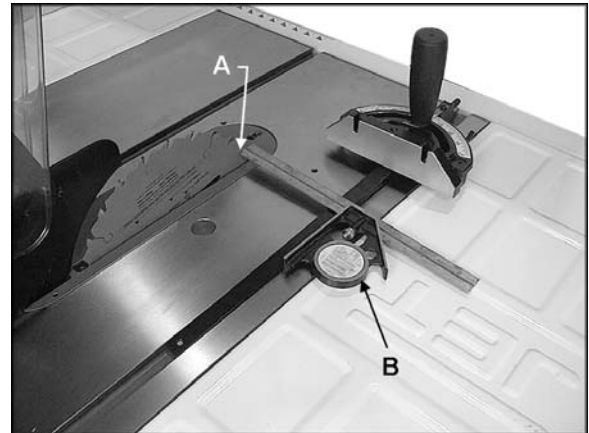

Рис. 26
2. Нанесите метку маркером на зуб (A), с одного края пильного диска находящегося на несколько миллиметров выше плоскости стола.
3. Приподнимите упор распила под углом 45° немного из т-образного паза, чтобы приложить к его краю угольник (B). Используя торец линейки угольника, зафиксируйте размер до зуба пильного диска со стороны показанной на рис. 26.